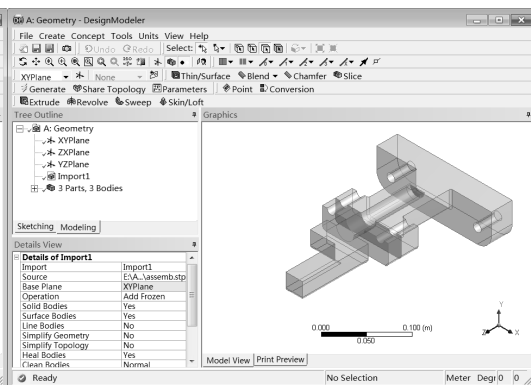

图 13-45 生成后的 DesignModeler 界面
Step4：单击 ⚡ Generate（生成）按钮，即可显示生成的几何体，如图 13-45 所示，此时可在几何体上进行其他的操作。本例无须进行操作。